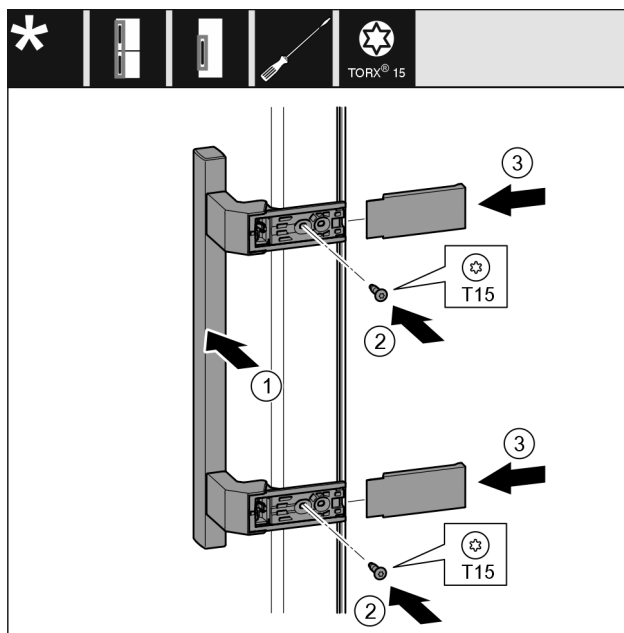

Fig. 55
- Pielieciet rokturi Fig. 55 (1) pretējā pusē.
- Ar skrūvgriezi pieskrūvējiet skrūves Fig. 55 (2).
- Sānos pielieciet un uzbīdīet pārsegus Fig. 55 (3).